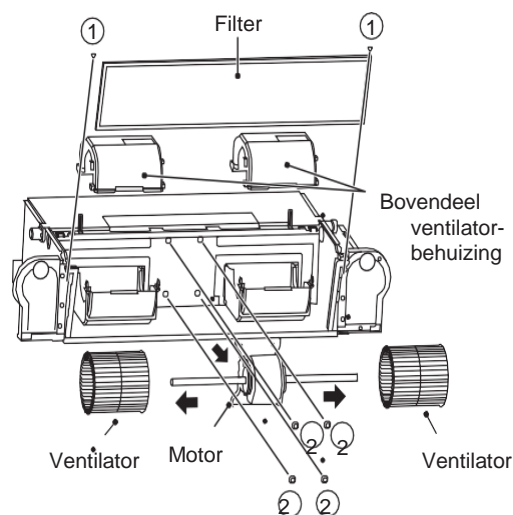

Fig 4-5 Filter, bovendee behuizing en motorschroeven verwijderen
- Verwijder, zoals getoond op Fig. 4-5, de schroeven ① * 2 om het filter eruit te halen. Verwijder dan het bovendee van de ventilatorbehuizing.